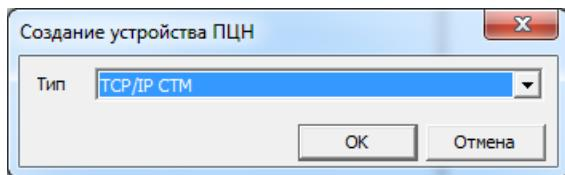

Рис. 7.3. Окно *Создание устройства ПЦН*
3. В открывшемся окне *Создание устройства ПЦН* в раскрывающемся списке *Тип* выберите *TCP/IP СТМ* и нажмите кнопку *OK* (рис. 7.3).